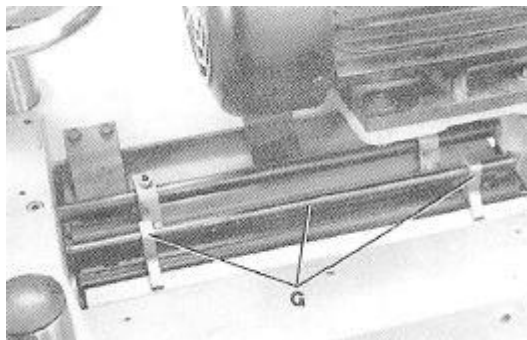

Рис. 45
1. Осторожно установите прибор для установки ножей (G), Рис. 45,